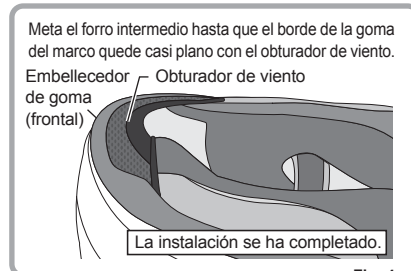

Fig. 4
4. Meta el forro intermedio hasta que el borde de la goma del marco quede casi plano con el obturador de viento para completar la colocación (Fig. 4).